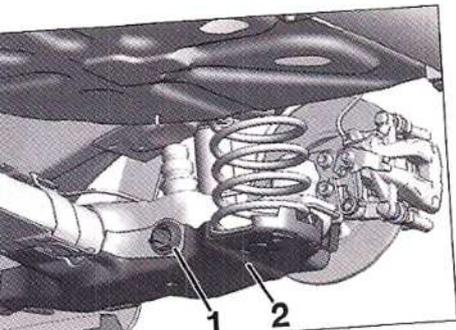
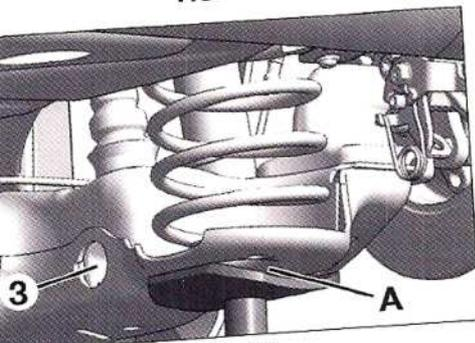

FIG. 42
FIG. 43
- Desmontar la guía (1) (Fig.42).
- Desmontar la tapa de travesaño tras. (2)
- Poner un útil de levantamiento en "A" (Fig.43)
- Comprimir ligeramente el muelle de suspensión y desmontar el tornillo (3).